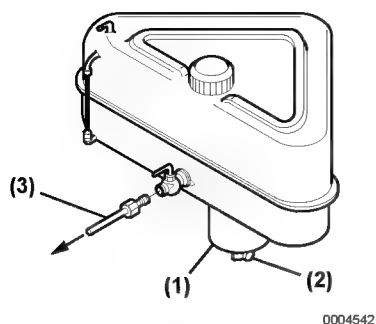

Figure 2
Installer un robinet de purge (**Figure 2, (2)**) au fond du réservoir à carburant pour enlever l'eau et les contaminants de la cuvette de sédimentation (**Figure 2, (1)**).